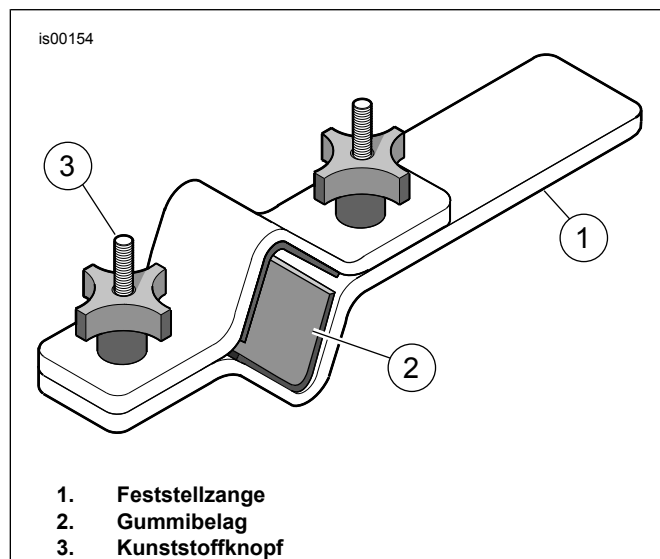

Abbildung 2. Tauchrohrhalter (HD-41177)
1. Siehe Abbildung 2. TAUCHROHRHALTER (HD-41177) bereitlegen.